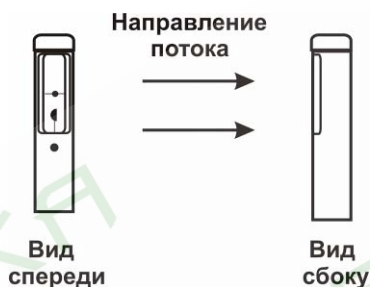

Рисунок 4.1 Установка зонда в потоке
- 4.4 Снять защитный силиконовый колпачок с зонда, раздвинуть телескопическую трубку и установить зонд в место измерения так чтобы точка на головке зонда была направлена навстречу воздушному потоку, рисунок 4.1